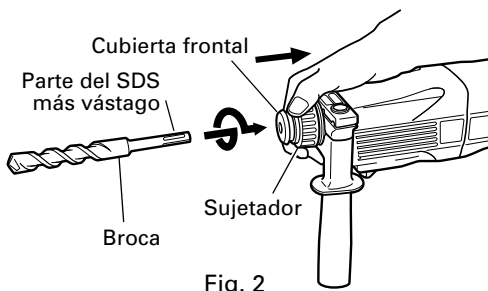

Fig. 2
## 6. Montaje de la broca (Fig. 2)
- (1) Para colocar una broca (SDS más vástago), tire completamente de la empuñadura en el sentido de la flecha como se muestra en la Fig. 2 e inserte profundamente la broca girándola.
- (2) Al soltar la empuñadura, la broca quedará asegurada.
- (3) Para extraer la broca, tire completamente de la empuñadura en el sentido de la flecha y tire hacia afuera de la broca.